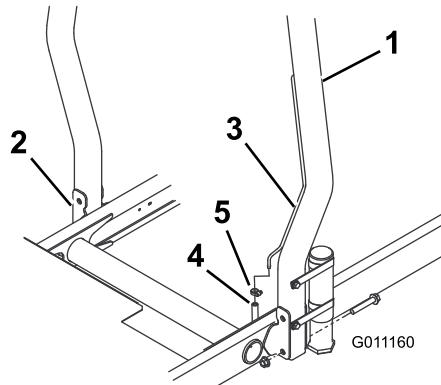

Figura 12
- Abbassate il roll bar sopra le staffe di montaggio del trattorino, allineandolo ai fori di montaggio. Assicuratevi che il tubo di sfato si trovi sul lato sinistro della macchina (Figura 12).
- Fissate ogni lato del roll bar alle staffe di montaggio con due bulloni a testa flangiata e due dadi di bloccaggio (Figura 12). Serrate i fermi a 81 Nm.